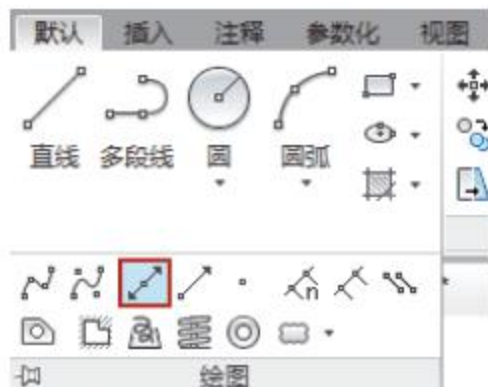

图3-11 单击按钮
- 功能区: 在【默认】选项卡中,单击【绘图】面板中的【构造线】按钮,如图3-11所示。